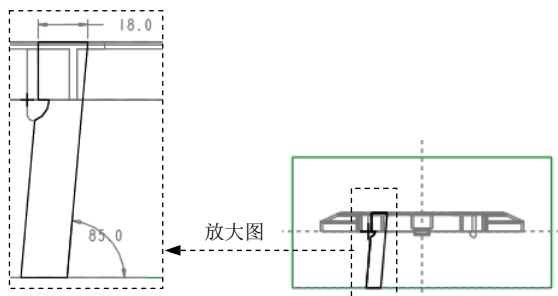
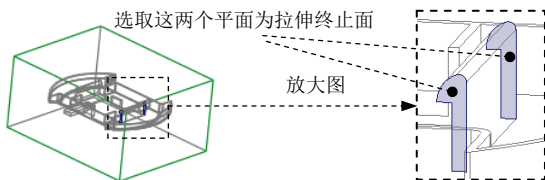

图 27.10 截面草图
图 27.11 选取拉伸终止面
Step3. 通过拉伸的方法创建第一个销体积块。单击 **编辑模具体积块** 操控板 **形状** 区域中的 **拉伸** 按钮, 此时系统弹出“拉伸”操控板; 右击, 从系统弹出的菜单中选择 **定义内部草绘** 命令; 选取 MOLD_RIGHT 基准平面为草绘平面, MOLD_FRONT 基准平面为草绘平面的参考平面, 方向为 **左**。单击 **草绘** 按钮, 进入草绘环境; 进入草绘环境后, 绘制图 27.10 所示的截面草图(使用“投影”命令绘制截面草图)。完成截面草图的绘制后, 单击“草绘”操控板中的“确定”按钮 ; 在操控板中单击 **选项** 按钮, 在“选项”界面中将第 1 侧和第 2 侧深度类型都设为 **到选定项**, 调整模型方位, 选取图 27.11 所示的两个平面为拉伸终止面; 在“拉伸”操控板中单击  按钮, 完成特征的创建。